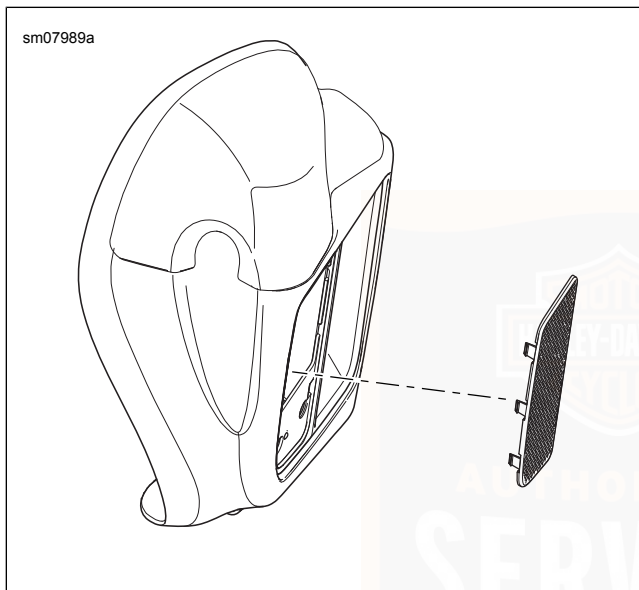

Figura 73. Pannello a griglia sulla carenatura inferiore
1. Vedere Figura 73. Rimuovere la griglia esterna dalla carenatura inferiore.